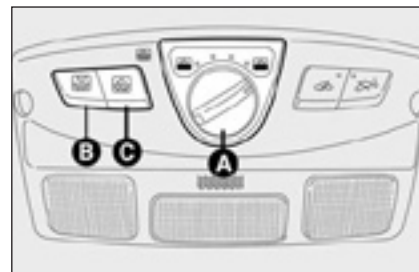

рис. 86
Когда люк полностью закрыт (ручка на 0), поверните ручку **А** – **рис. 86** по часовой стрелке и выберите один из пяти возможных вариантов раскрытия.
Поверните ручку **А** – **рис. 86** против часовой стрелки и выберите один из пяти возможных вариантов закрытия.
Каждое положение соответствует типу закрытия люка. Чтобы полностью закрыть люк одним движением ручки, установите ручку **А** – **рис. 86** в положение 0.
Нажмите кнопку **В – рис. 86**, чтобы полностью открыть солнцезащитную шторку. Снова нажмите кнопку, чтобы остановить ее.
Чтобы закрыть солнцезащитную шторку, нажмите кнопку **С – рис. 86**. Снова нажмите кнопку, чтобы остановить ее.
- ☐ поверните ручку **А – рис. 86** до конца против часовой стрелки;
- ☐ нажмите и удерживайте ручку **А – рис. 86** в нажатом положении до закрытия люка, после чего отпустите ее;
В этом случае можно сдерживать работу системы защиты от раздавливания закрытием люка (в течение 5 секунд от начала работы системы), поверните ручку **A** – **рис. 86** в положение 0 и удерживайте ее нажатой вверх до закрытия.